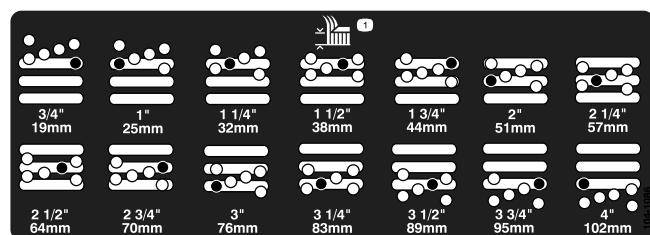

Figure 21
5. Placez la chambre à la hauteur de coupe voulue et mettez l'entretoise dans le trou et la fente correspondant à la hauteur de coupe désignée (Figure 21)